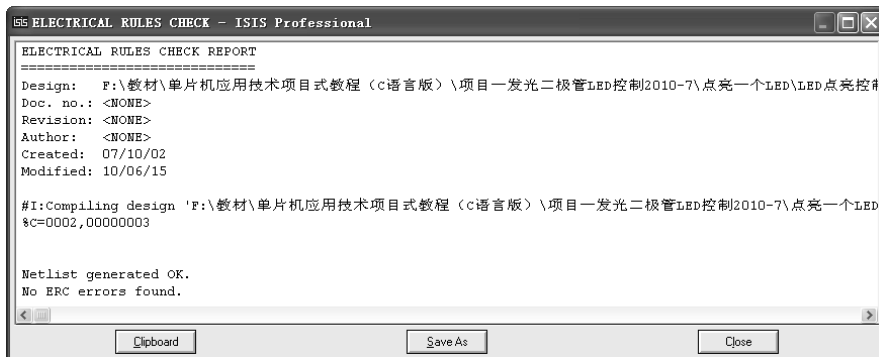

图 1-6 电气规则检查窗口
(12) 电气规则检测。单击“工具”→“电气规则检查”命令，弹出检查结果窗口，完成电气检测。若检测出错，根据提示修改电路图并保存，直至检测成功。电气规则检查窗口如图 1-6 所示。